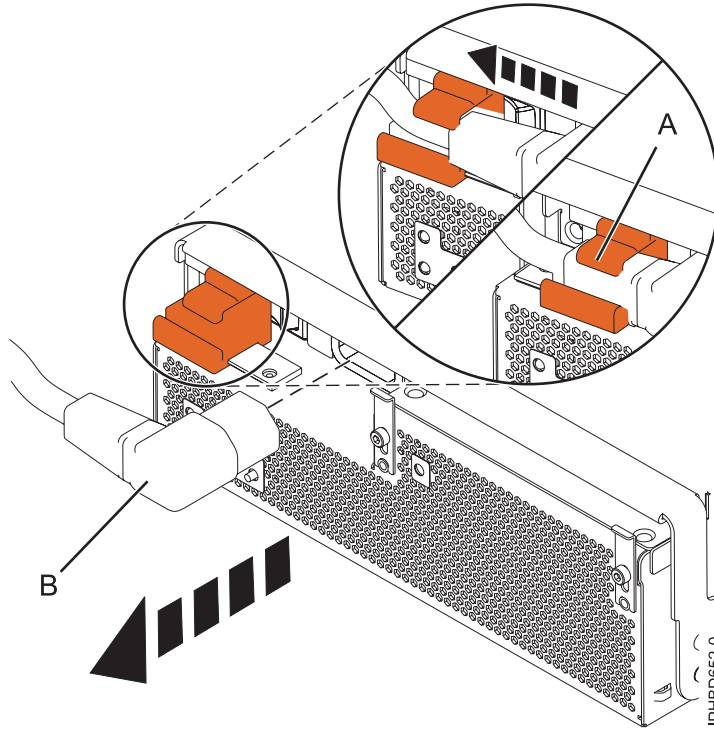

Figure 13. Déconnexion du câble d'alimentation de l'avant d'une unité d'extension
5. Pour l'alimentation électrique que vous voulez retirer, faites glisser le support de câble en position ouverte (**A**) puis débranchez le câble d'alimentation (**B**) comme illustré à la figure 13, à la page 16. En déplaçant le support en position ouverte, vous mettez le système hors tension.